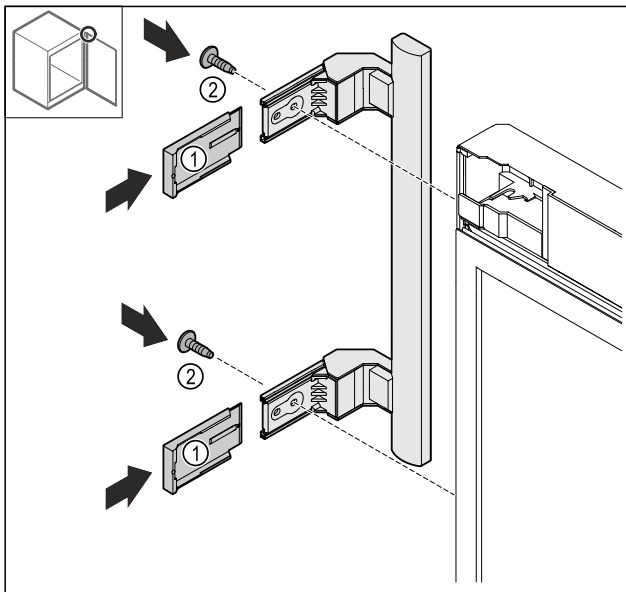

Fig. 26
- Abdeckungen Fig. 26 (1) aufschieben.